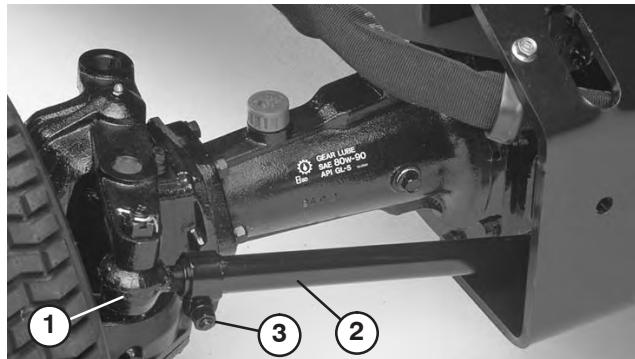

Bild 65
- Entfernen Sie den Splint und die Mutter, mit denen ein Kugelgelenk der Spurstange an der Befestigungs halterung der Achse befestigt ist. Entfernen Sie das Kugelgelenk von der Achse (Bild 65).
3. Lösen Sie die Schraube an der Spurstangenklemme (Bild 65). Drehen Sie das Kugellager heraus oder hinein, um die Länge der Spurstange anzupassen.